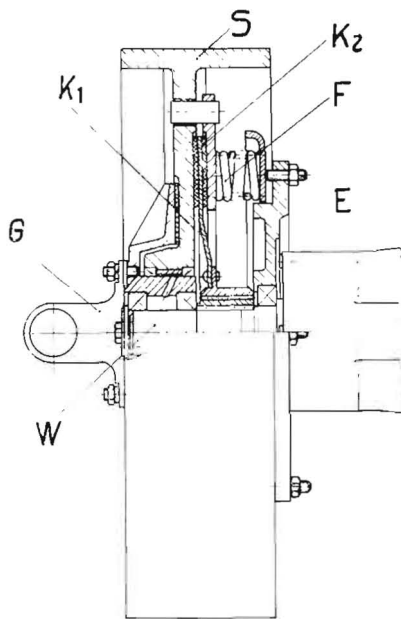

Bild 47
Zur Stabilisierung des Antriebes ist vor dem Hauptgetriebe ein Schwungrad (S) zwischen zwei Kupplungsteilen (K 1, K 2) angeordnet (Bild 47).